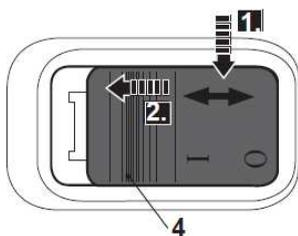

Fig. 16: Posición de apagado
1. Presione la parte trasera del interruptor de encendido/apagado (4) y deslícelo hacia adelante, hasta que el interruptor se bloquee en su posición de encendido (Fig. 16).